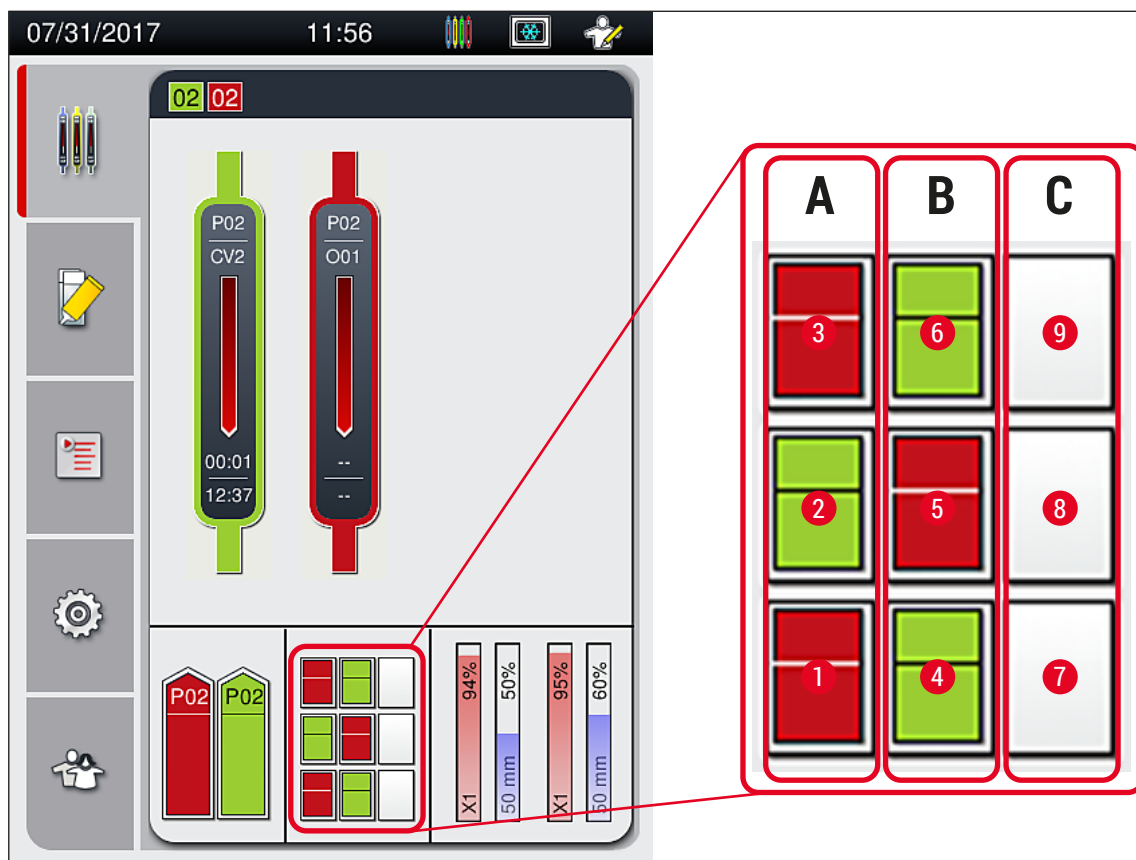

Fig. 75
- Sertarul de descărcare poate primi până la 9 stative. Stativele sunt plasate în sertarul de descărcare în succesiunea ilustrată, de la A1 la C9 (→ Fig. 75).